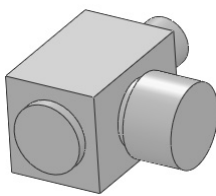

图 7-55 创建退刀槽圆柱
4) 创建退刀槽圆柱。单击“特征”控制面板中的 (拉伸凸台/基体) 按钮，或选择菜单栏中的“插入”→“凸台/基体”→“拉伸”命令，在弹出的“凸台-拉伸”属性管理器中设置拉伸终止条件为“给定深度”，在 (深度) 文本框中输入“2.5”，其他选项保持系统默认设置，单击 (确定) 按钮，生成退刀槽圆柱，如图7-55所示。